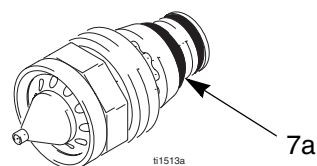

Fig. 21. Joint torique conducteur de la buse
6. S'assurer que le contact métallique (C) à l'intérieur du canon, le contact annulaire de la buse (7a, FIG. 21.) et le contact de l'électrode (E) sont bien propres et en bon état.